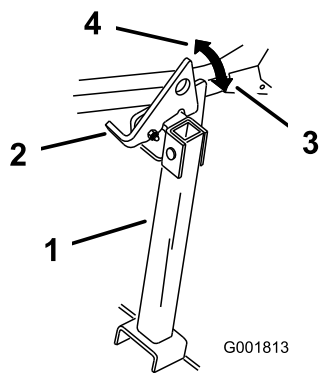

Figura 36
2. Alzate il dispositivo di chiusura per sbloccarlo (Figura 36).